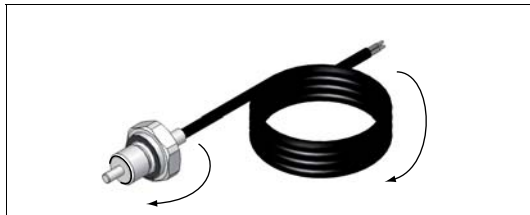

Fig. 12 Girar el cable suelto
▶ Si no se desconecta el cable, asegúrese de que gire suelto, ya que de lo contrario el sensor de temperatura puede resultar dañado, véase Fig. 12, página 18.